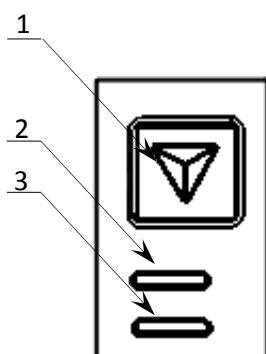

Рисунок 2. Панель управления
6. Панель управления (рисунок 2).
Автоматическое тестирование занимает до пяти секунд, при успешном его окончании загорается зеленый индикатор (рисунок 2 позиция 1), и подается краткий звуковой сигнал.